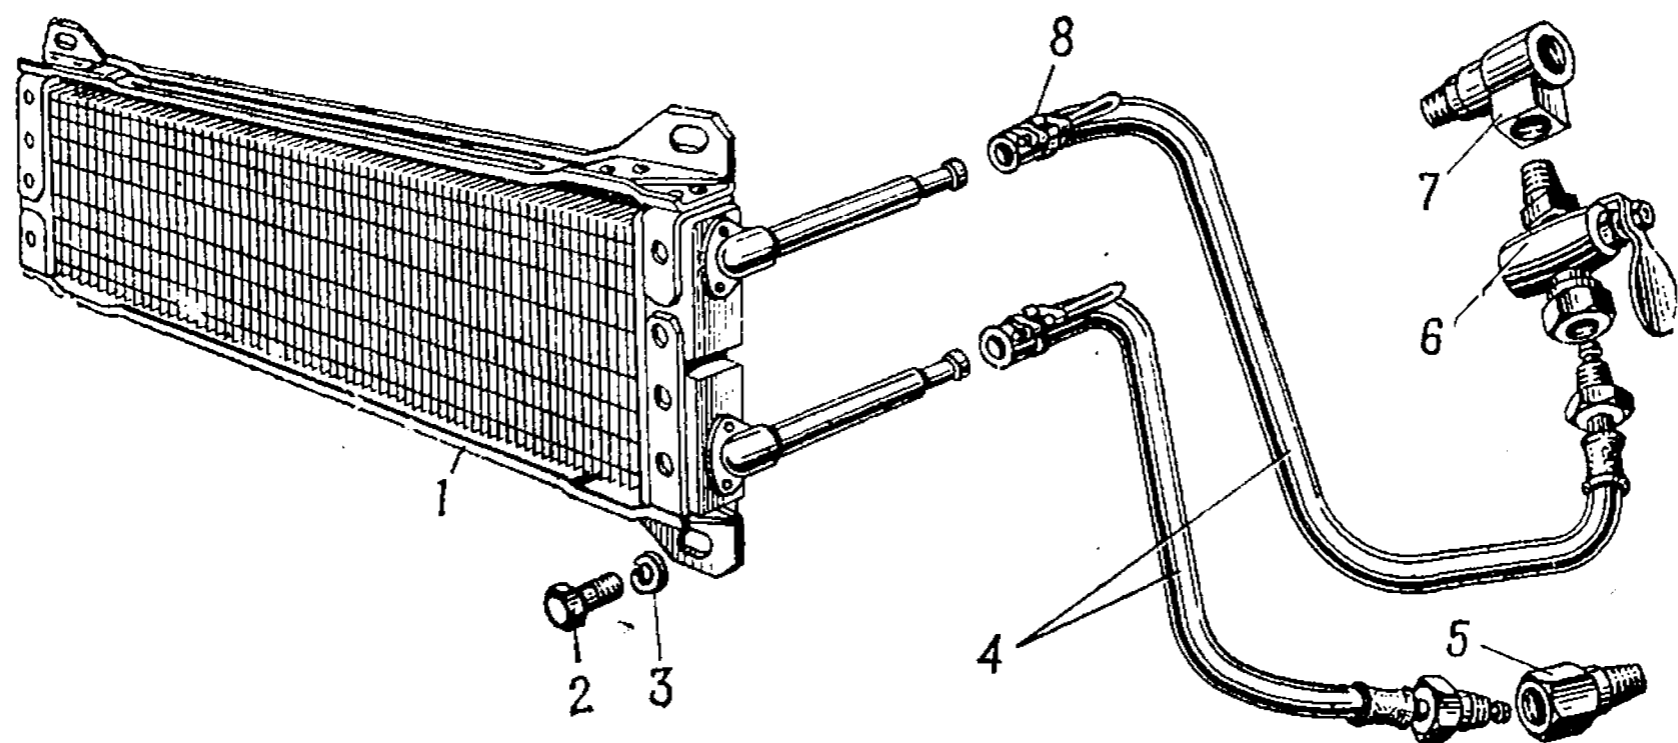

Рис. 8. Масляный радиатор:
11. Ослабить стяжные ленты 8 (рис. 8) хомутиков крепления шлангов масляного радиатора, отъединить шланги от трубок
20. Вывернуть болты 2 (рис. 8) с шайбами 3 крепления масляного радиатора 1 к водяному радиатору и разъединить радиаторы
33. Надеть на верхнюю соединительную трубку масляного радиатора шланг 4 (рис. 8) от запорного краника 6, на нижнюю соединительную трубку — шланг от прямого штуцера 5 маслосливной трубы и затянуть стяжные ленты 8 хомутиков шлангов	Бородок 4